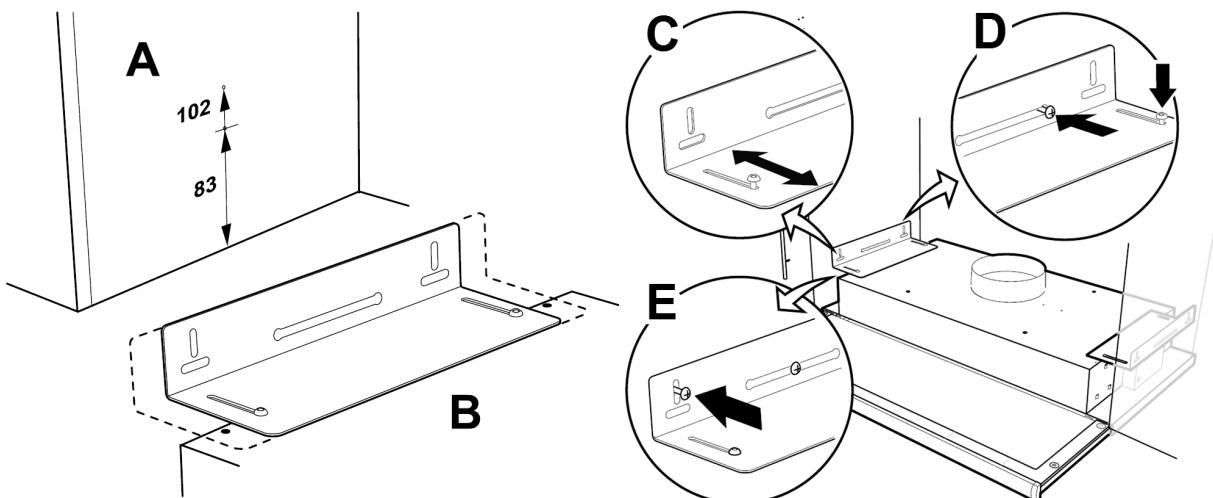

Bild 12 Montage mit Halterungen
Schrauben so anzeichnen und befestigen, dass sie einige Millimeter von beiden Schrankseiten vorstehen (Abbildung 12, Pos. A). Soll die Unterseite der Dunstabzugshaube mit der Unterseite der Schrankreihe ausgerichtet werden, ist das obere Maß 102 zu verwenden.; siehe Abbildung 12, Pos. A. Die Dunstabzugshaubenhälter sind auf verschiedene Schranktiefen einstellbar (Abbildung 12, Pos. B).
- Verschieben Sie die Dunstabzugshaubenhälter, ohne die Schrauben festzuziehen, und stellen Sie die Halterungen so ein, dass sie an den Seiten der Schränke passen (Abbildung 12, Pos. C). Hängen Sie die Dunstabzugshaube in die vormontierten Schrauben an der Seite des Schrankes ein. Ziehen Sie die Schrauben in der Halterung und an der Wand fest (Abbildung 12, Pos. D). Befestigen Sie die Halterungen mit den Verriegelungsschrauben (Abbildung 12, Pos. E).